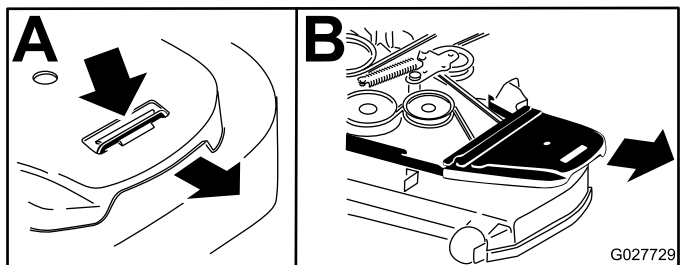

Figure 83
4. Déposez les protège-courroies (Figure 83).